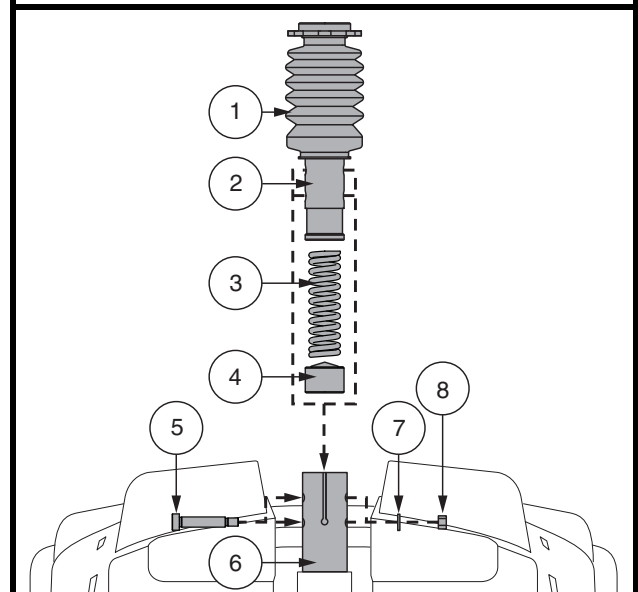

Figure 17. Réglage Hauteur du Siège - Montant du Siège Comfort
4. Poussez vers le bas le montant du siège tout en desserrant et en enlevant le boulon à épaulement, la rondelle et l'écrou. **Voir la figure 17.**
6. Installez le ressort de confort désiré. **Voir la figure 17.**